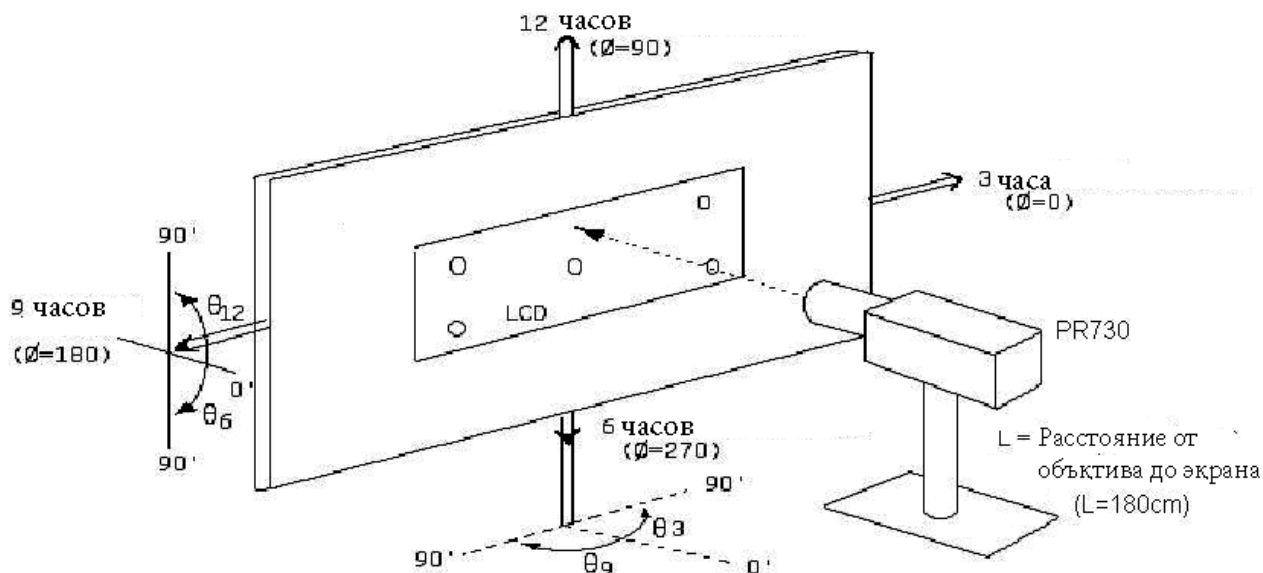

Рисунок 14. Настройка оборудования для проведения измерений
4. Измерения контрастности следует проводить при угле обзора $\theta = 0^\circ$ и в центре поверхности LCD-дисплея. Яркость следует измерять, сначала установив все пиксели в поле зрения в белое состояние, а затем в темное (черное). (см. рисунок 14 раздела «Приложение»). Коэффициент контрастности яркости (CR) определяется математически.